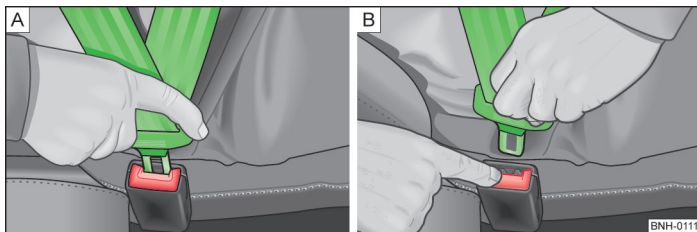

Abb. 151 Sicherheitsgurt anlegen / ablegen
- › Die Schlosszunge in das zum Sitz gehörende Gurtschloss stecken, bis diese hörbar einrastet » Abb. 151 - [A].
- › Die rote Taste im Gurtschloss » Abb. 151 - [B] drücken, die Schlosszunge springt heraus.